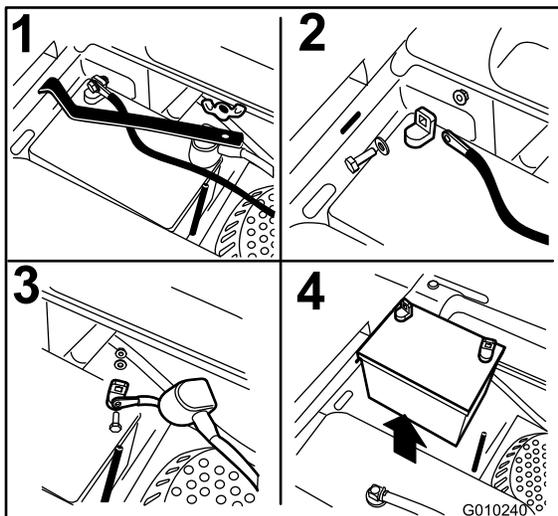

Figure 46
3. Retirez l'écrou à oreilles qui fixe la barrette de maintien de la batterie (Figure 46).
4. Déposez la barrette de maintien (Figure 46).
5. Commencez par débrancher le câble négatif (noir) de la borne négative (-) (noire) de la batterie (Figure 46).
6. Enlevez le capuchon rouge de la borne positive (rouge) de la batterie et débranchez le câble positif (+)(rouge) (Figure 46).
1. Placez la batterie dans son support en tournant les bornes à l'opposé du réservoir de carburant (Figure 46).
4. Fixez les câbles avec 2 boulons, 2 rondelles et 2 contre-écrous (Figure 46).
6. Reposez la barrette de maintien et fixez-la avec l'écrou à oreilles (Figure 46).